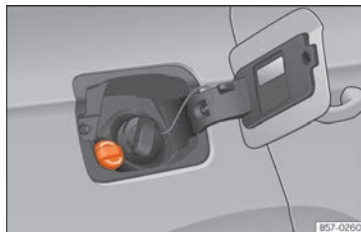

Fig. 280 Tapón de la boca de llenado del depósito de AdBlue.
- Abra la tapa del depósito » fig. 280.
- Gire el tapón de cierre de la boca de llenado de SCR hacia la izquierda »» **fig. 280.**